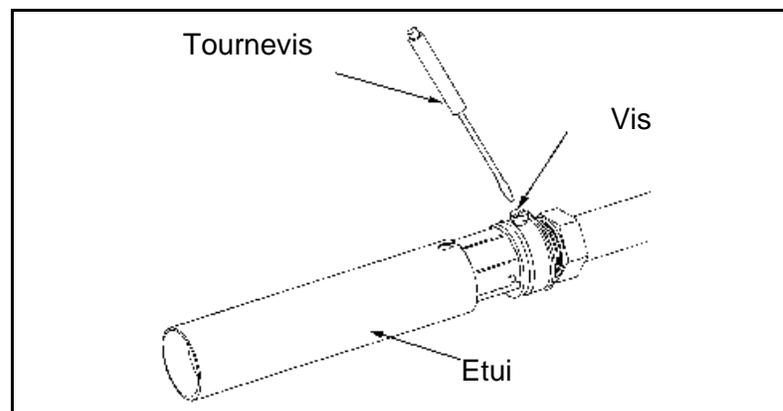

Figure 6-5. Glissement de la tête hors de l'étui
3. Repérez la vis qui maintient l'étui de la tête d'impression (voir Figure 6-5).
4. A l'aide d'un tournevis, dévissez la vis maintenant l'étui puis retirez-en la tête d'impression en la faisant glisser (voir Figure 6-5).